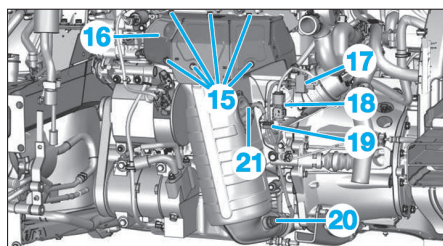

Fig. 74
- les vis de fixation (15) de l'écran thermique (16) (Fig.74),
- l'écran thermique supérieur (16).
- Débrancher les connecteurs des sondes à oxygène (17) et (18).
- Dégrafer le faisceau des sondes à oxygène (19).
- les sondes à oxygène (20) et (21),